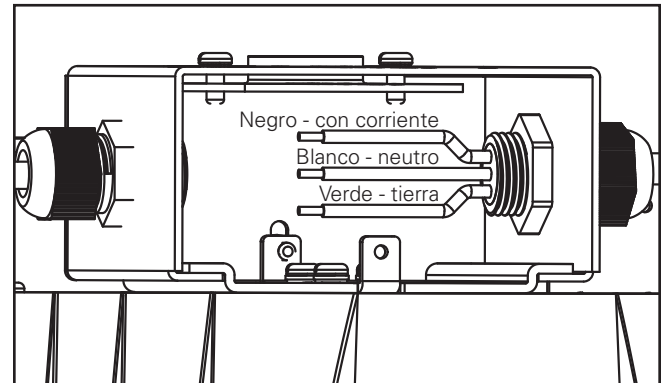

Figura 11.
7. Conecte el cableado conforme al código NEC. (Figura 11)